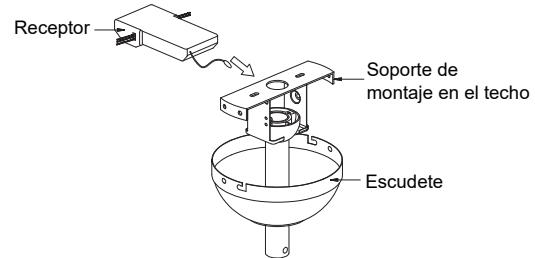

Fig. 12
**NOTA:** Vuelva a comprobar que los interruptores del transmisor y del receptor estén en la misma posición. Cualquier combinación de ajustes hará funcionar el ventilador siempre y cuando el transmisor y el receptor estén en la misma posición (**Fig. 12**).
**Paso 1.** Inserte el receptor en el soporte de montaje de techo con el lado plano del receptor mirando hacia el techo (**Fig. 12**). Para obtener el mejor rendimiento, asegúrese de que la antena negra en el extremo del receptor permanezca extendida y no se enrede con ninguno de los cables eléctricos.